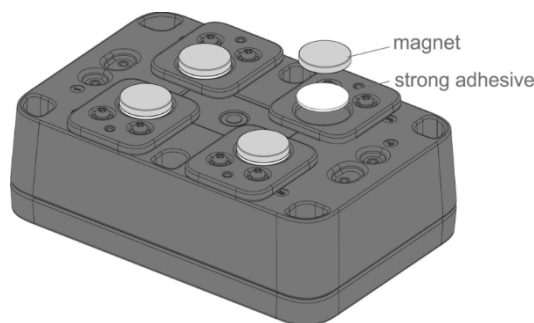

Abbildung 32: Befestigung der Magnethalterung am Gehäuse
3. Befestigen Sie die Magnete wie in **Abbildung 32** gezeigt an der Halterung.